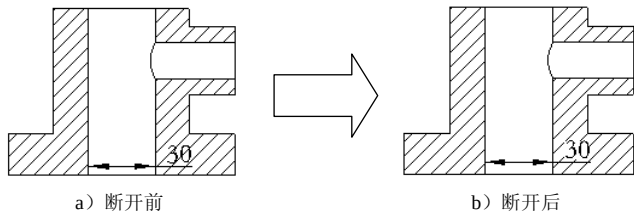

图 5.2.97 尺寸文本断开剖面线
使尺寸文本断开剖面线的效果如图 5.2.97 所示，其一般操作方法如下：
Step7. 选择 **注释**  命令，创建图 5.2.97 b 所示的尺寸，可见尺寸文本断开了剖面线。